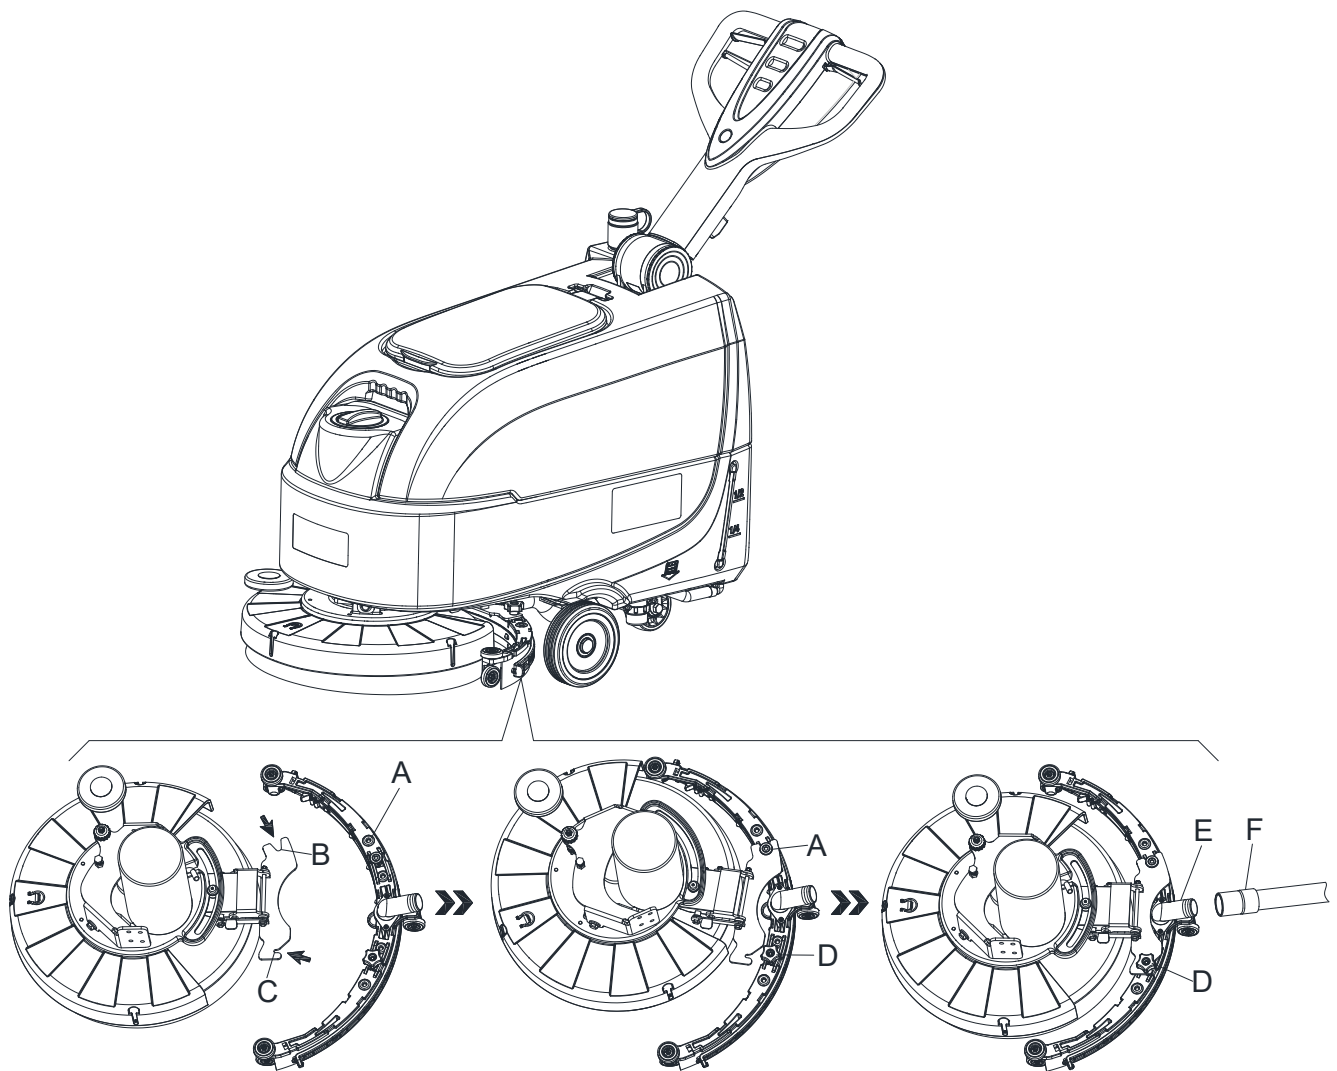

Abb. 6
5. Befestigen Sie den Bolzen A an der Öffnung B und dann eine weitere Schraube C an der Öffnung D, befestigen Sie den Saugleisten-Einstellknopf und verbinden Sie den Schmutzwasserablaufschlauch F am Verbindungsstück E (Abbildung 6).